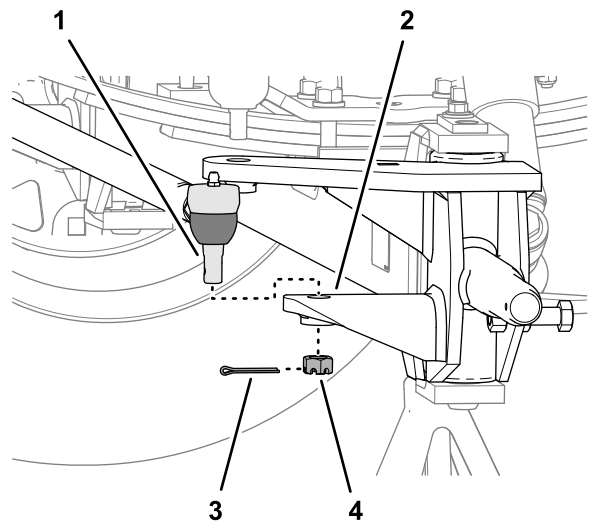

Figura 6
3. Retire la chaveta que sujeta la tuerca de seguridad a la rótula de la barra de acoplamiento, y retire la tuerca de seguridad (Figura 6).
4. Separe la rótula de la barra de acoplamiento del brazo de dirección de la mangueta izquierda (Figura 6).